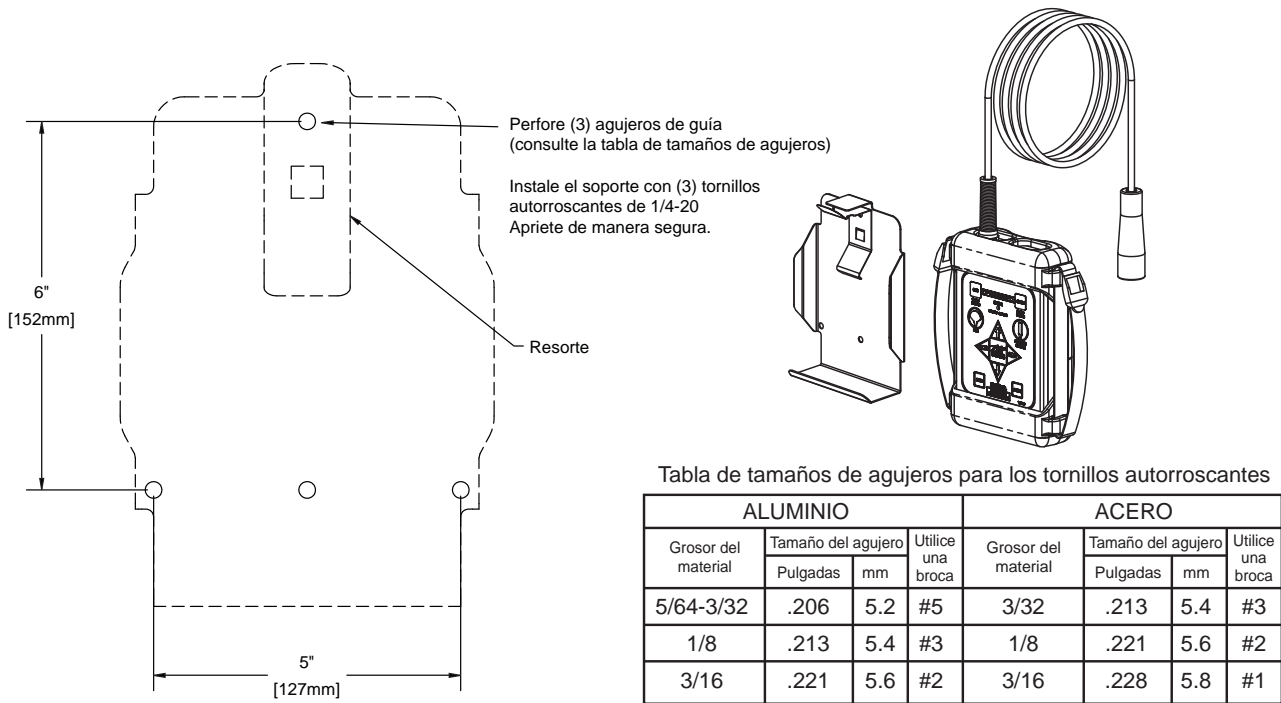

Figura 2.3.1 Dimensiones del agujero del soporte de almacenamiento de la estación del operador fija
El soporte de almacenamiento se suministra con (3) tornillos autorroscantes de acero inoxidable de 1/4-20. Asegúrese de que el material debajo del soporte sea sustancial y del grosor necesario para sostener los tornillos autorroscantes. Asegúrese de que el área en el lado posterior de la superficie de montaje no tenga obstrucciones. Recomendamos un grosor mínimo de 3/32" (.093" - 2.4 mm) en aluminio y de 5/64 (.078"-2mm) en acero. Consulte la tabla en la Figura 2.3.1 para determinar el tamaño de agujero de guía correcto.
Seleccione la ubicación adecuada para el montaje del soporte de almacenamiento. El espacio requerido para el panel será de 6.0" x 11.2" (152 x 285mm). Consulte la Figura 2.3.1 para obtener las dimensiones del agujero. El soporte se puede utilizar como una plantilla. **Asegúrese de que el resorte esté en la posición correcta.**